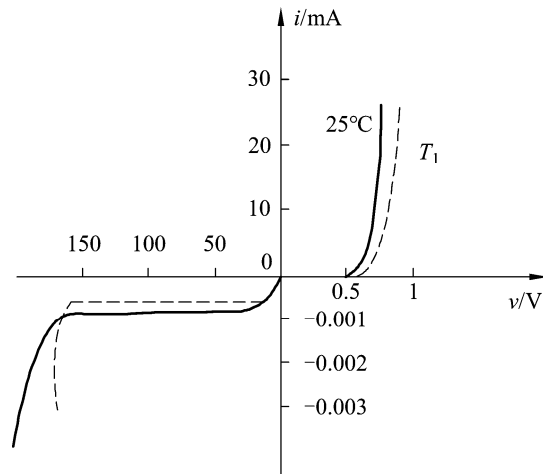

图 1.2.1 二极管在温度为 25 °C、 T_1 时的伏安特性曲线
- 已知某二极管在温度为 25℃ 时的伏安特性如图 1.2.1 所示，在温度为 T_1 时的伏安特性如图中虚线所示。在 25℃ 时，该二极管的死区电压为_____V，反向击穿电压为_____V，反向电流为_____A。温度 T_1 _____25℃。(大于、小于、等于)